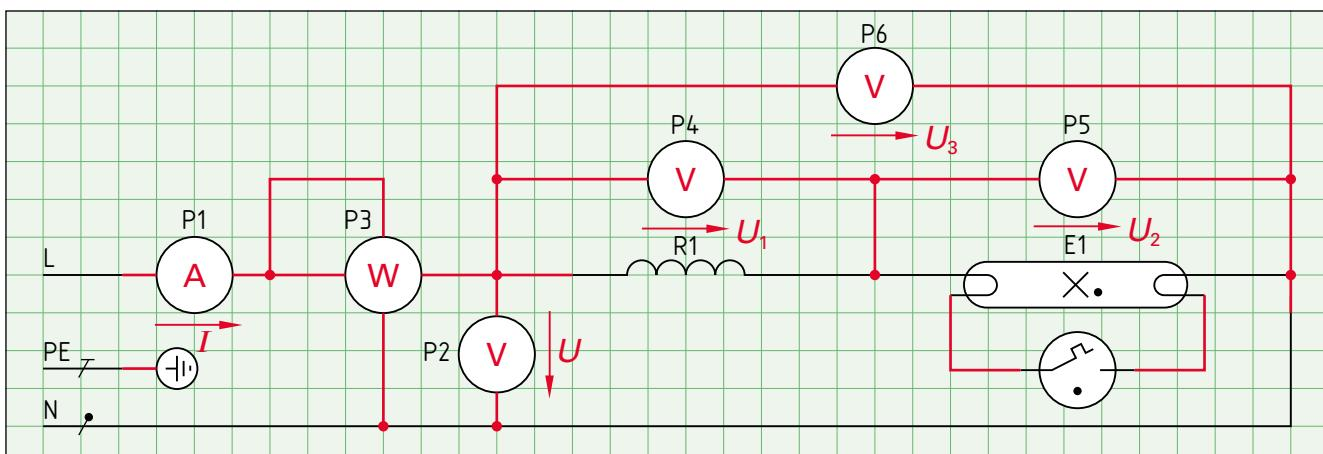

Bild 4: Schaltplan mit Messinstrumenten
1. a) Zeichnen Sie im Schaltplan der Leuchtstofflampen-Schaltung (ohne Kondensator) (**Bild 4**) einen Leistungsmesser ein, um die Wirkleistung  $P$  der Leuchte direkt messen zu können, sowie einen Spannungs- und einen Strommesser, um die Betriebsspannung  $U$  und den Strom  $I$  zu messen.
2. a) Ergänzen Sie den Schaltplan (**Bild 4**), um die Teilspannungen  $U_1$  am Vorschaltgerät ( $R_1$ ),  $U_2$  an der Leuchtstofflampe ( $E_1$ ), sowie  $U_3$  über beide Bauelemente ( $R_1$  und  $E_1$ ) messen zu können.